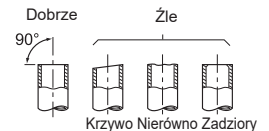
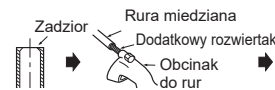

Fig. 2
Fig. 3
- Jeśli wąż spustowy dostarczony z jednostką wewnętrzną jest zbyt krótki, należy go połączyć z węzłem spustowym (J) kupionym we własnym zakresie. (Fig. 2)
- Połączenie między węzłem spustowym produktu a przedłużeniem węża spustowego (średnica wewnętrzna 16 mm) (J) należy uszczelnić taśmą lub innym materiałem.
- Łącząc wąż spustowy z rurą z twardego PCV, należy go starannie wsunąć do rury. (Fig. 3)
- Całkowicie usunąć wszelkie zadziory z końców rury. (Fig. 3)